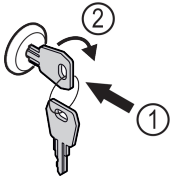

Fig. 192
- ▶ Sleutel erin duwen Fig. 192 (1).
- ▶ Sleutel 90° rechtsom draaien Fig. 192 (2).